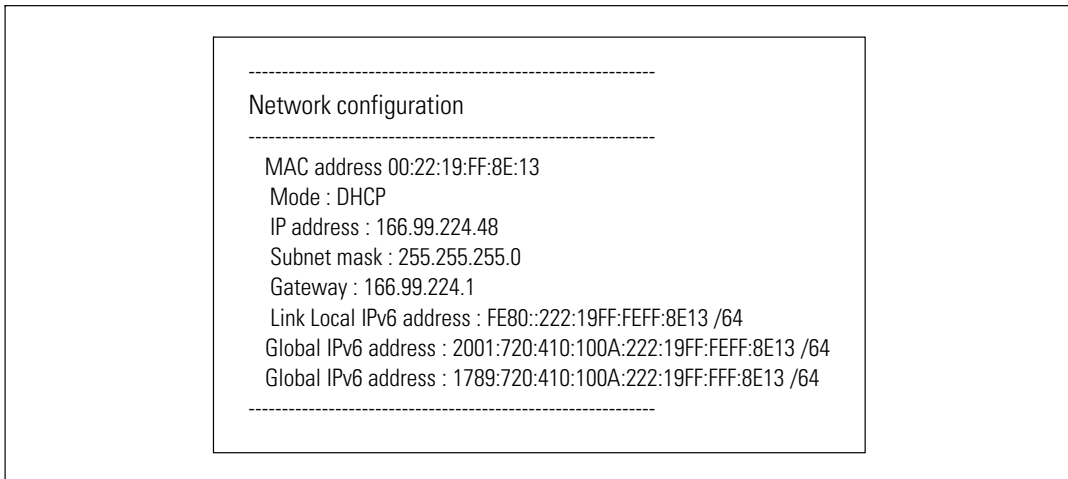

图 41. 读取网络设置选项
- **Read Network settings:** 查看网络设置(参见图 41)。